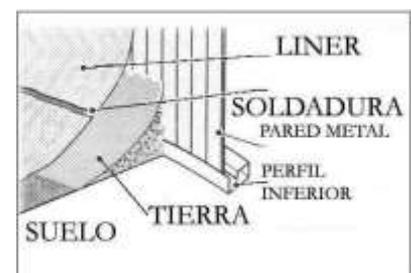

fig. 21
h) **Importante:** Una vez extendida la arena tamizada, vuelva a poner arena limpia (sin piedras, ni ningún objeto extraño), creando una cuña de forma triangular de 20 cm. de base x 20 cm. de altura, (**MUY IMPORTANTE: NO utilizar arena de grano fino ó de playa**). De esta forma evitaremos que toda la presión del agua dañe o deslice el liner por debajo de la pared de acero, y que las fuerzas se distribuyan uniformemente, fig. 21. El no poner esta cuña de arena anula la garantía.